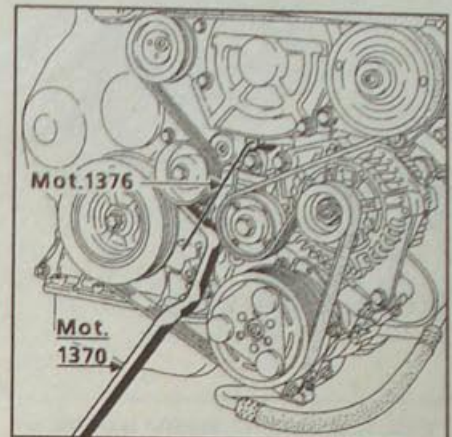

Рис. 15.6. Ослабление натяжения ремня привода навесных агрегатов на дизельном двигателе G8T с системой кондиционирования воздуха
- Установите рычаг Mot. 1370, захватив за ось натяжного ролика сзади (рис. 15.6).